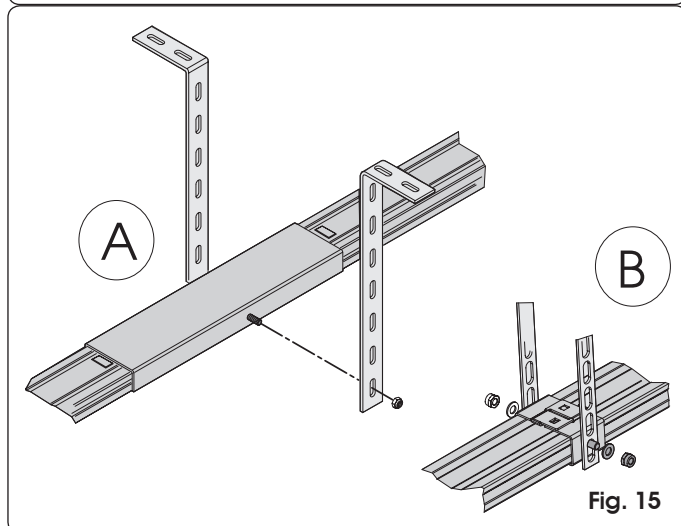

Fig. 15
- 13) Als een rail in twee delen wordt gebruikt met een centraal verbindingsstuk (Fig. 15 ref. A) of de centrale steun voor één enkele geleiderail (Fig. 15 ref. B - optioneel), bevestig de geleiderail dan aan het plafond met behulp van de speciale beugels en volg daarbij de stappen 9,10 en 12 (Fig. 15).